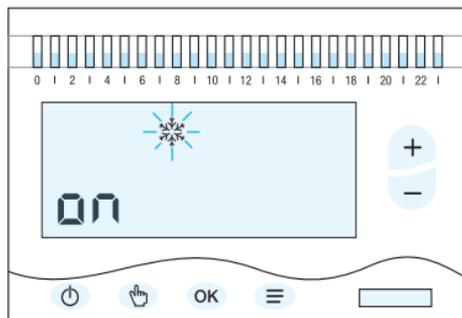

fig. 13
6.3 Premere il tasto OK per attivare il funzionamento. A questo punto sul display compare la scritta ON e l'icona di NEVE è in movimento. fig.13